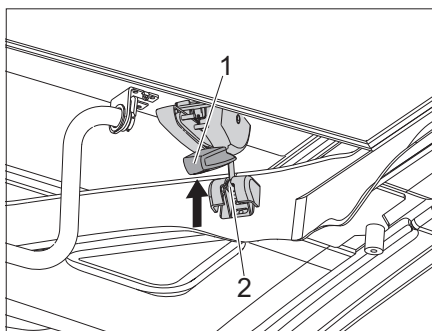

Fig. 52 Fissaggio del bloccaggio
- ▷ Prima della partenza verificare che i ganci dei bloccaggi (Fig. 52,1) siano fissati correttamente a sinistra e a destra. All'occorrenza, regolare i bloccaggi conformemente alle istruzioni del produttore SCA.
- Spingere il perno (Fig. 52,2) nell'alloggiamento.
- Spingere in alto i bloccaggi (Fig. 52,1) a sinistra e a destra.
- Verificare che nel perno (Fig. 52,2) non siano presenti giochi.